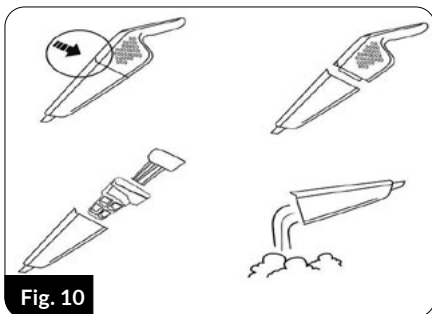

Fig. 10
6. Controleer regelmatig of de stofopvangbak (12) vol is. Een overvolle stofopvangbak vermindert de stofzuigprestaties, verhoogt het energieverbruik en zorgt ervoor dat de filters sneller vuil worden. Om de stofbak te legen, zet u de stofzuiger uit, demonteert u deze van de hoofdhandgreep, gebruikt u de knop (8), maakt u de stofbak (12) los van de stofzuiger, verwijdert u het HEPA-filter (10) en het filterlichaam (11) uit de container. Giet de inhoud van de container in de afvalbak (fig. 10).